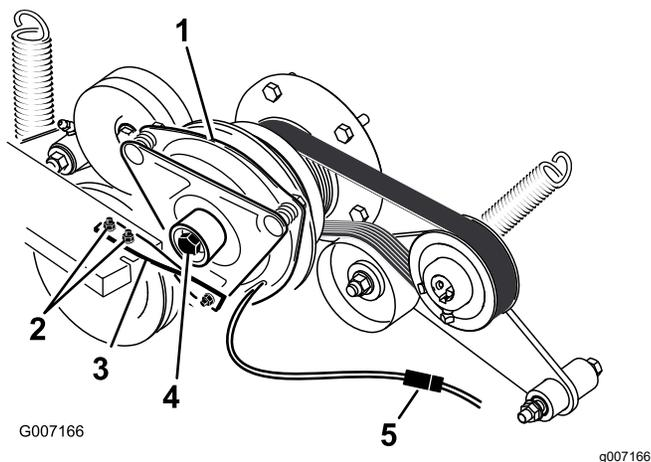

Рисунок 81
6. Отсоедините электрический разъем от муфты (Рисунок 81).
7. Отверните два болта, которые крепят резиновую ленту муфты к раме газонокосилки (Рисунок 81).
8. Отверните средний болт, который крепит муфту к валу двигателя, и снимите муфту и шпонку (Рисунок 81).
15. Удерживая коленчатый вал в задней части машины, установите средний болт и затяните его с моментом 68 Н·м (Рисунок 81).
16. Установите резиновую ленту муфты на раму газонокосилки при помощи двух ранее снятых болтов с гайками (Рисунок 81).
18. Вставьте электрический разъем в муфту (Рисунок 81).